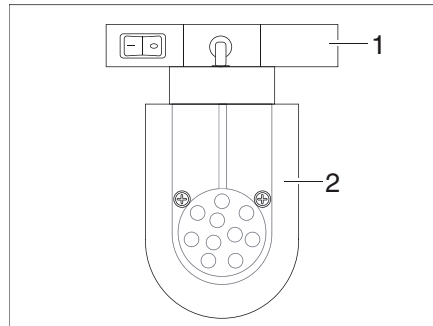

Fig. 60 Spot DEL (exemple)
- Saisir le support (Fig. 60,1) et le tourner de 90°.
- Retirer le spot DEL (Fig. 60,2) du système de rail.
- Placer le spot DEL (Fig. 60,2) à la position désirée dans le système de rail et le tourner de 90°.